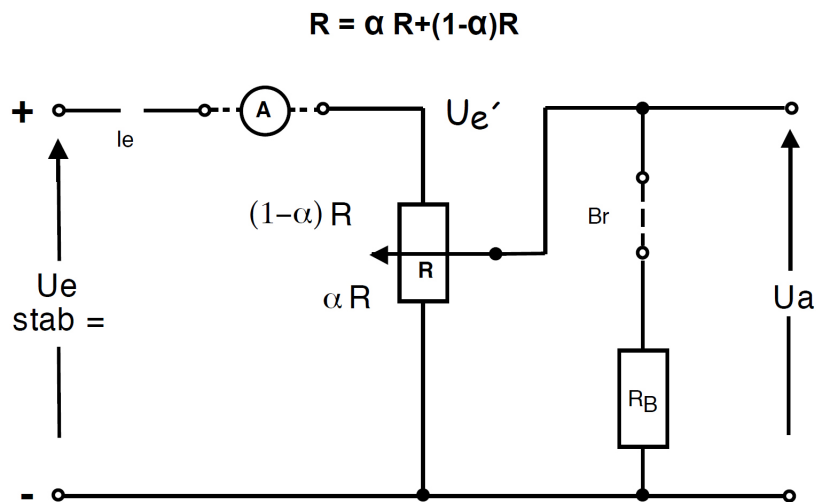

Abb. 4.1: Spannungsteilerschaltung
4. Zeigen Sie, dass die Übertragungsfunktion des Spannungsteilers in Abb. 4.1,  $U_a/U_e = 1/(1/\alpha + r(1 - \alpha))$  lautet.